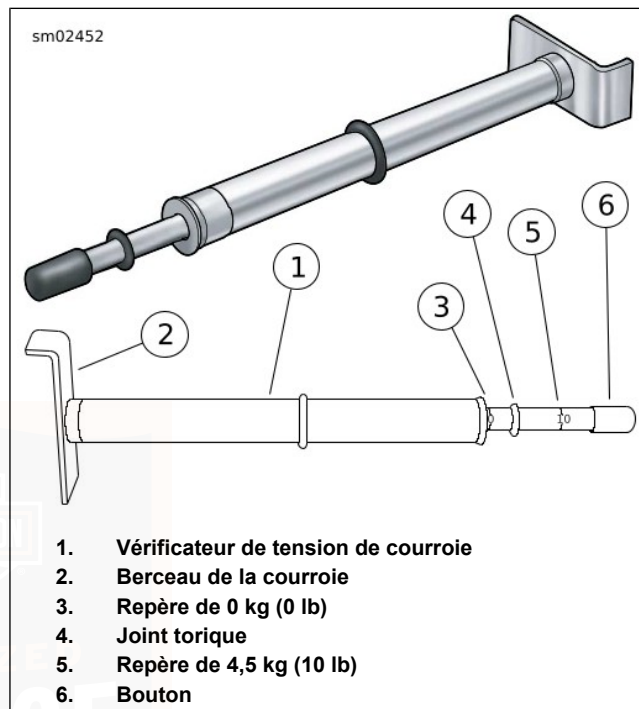

Figure 57. Vérificateur de tension de courroie
2. Voir Figure 57. Obtenir un BELT TENSION GAUGE (VÉRIFICATEUR DE TENSION DE COURROIE) (N° DE PIÈCE : HD-35381-A).